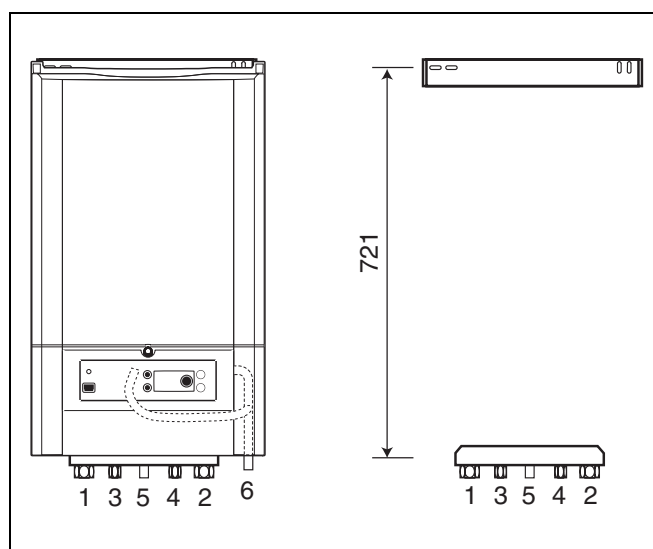

Рис. 5 Монтажная соединительная плита и соединительные контакты
- Смонтировать соединения (1 и 2: G $\frac{3}{4}$ ", 3 и 4: G $\frac{1}{2}$ " и 5 (газ): G1" наружный размер) ана прибора (рис. 5).
- Подключить прибор к нижней части монтажной соединительной плиты (рис. 5).
Контакты подключения циркуляционных и рециркуляционных трубопроводов отопительной установки находятся в нижней части прибора (рис. 5). Размеры контактов подключения указаны в главе 4. Рекомендуем смонтировать краны для технического обслуживания под прибором в системе циркуляции и рециркуляции.
Нагревательный прибор можно подключить к косвенно нагреваемому отопительному накопителю (рис. 5, **поз. 3 и 4**).
Если на отопительном котле не подключен отопительный накопитель, необходимо смонтировать на контакте VK и RS (рис. 5, **поз. 3 и 4**) короткозамкнутую линию (опционально).
Нагревательный прибор со сточным трубопроводом Ø30 мм оборудован со стороны отопительного контура смонтированным предохранительным клапаном (рис. 5, **поз. 6**). Сточный водопровод предохранительного клапана находится справа в нижней части прибора. Сточный водопровод предохранительного клапана имеет диаметр Ø30 мм или больше и его следует подключить с уклоном к водосточной сети.